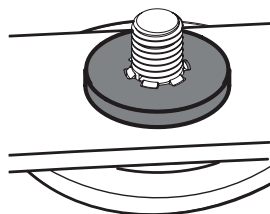

Figure 64
2. Placez soigneusement la rondelle plate sur l'arbre à broche. Veillez à ce que les cannelures à la base du filetage de l'arbre à broche soient alignées avec les cannelures de la rondelle (Figure 64).